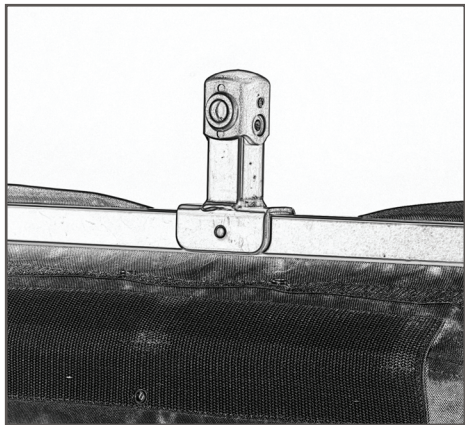

図31
4. ホイール・ブラケットをフレーム上でスライドし、ロケータ・ピンがフレーム・チューブの前面の小さな穴に収まるようにしてください (図31)。ブラケットのねじ込みナット・サイドが上部にあるように徹底してください。ブラケットの何もない穴が底面を向くようにしてください。